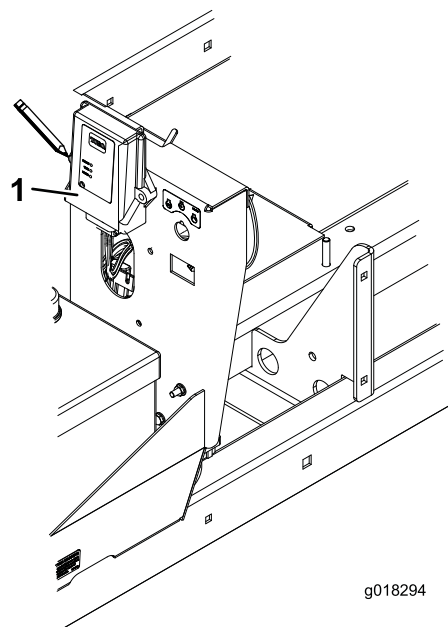

Figura 2
4. Posicione o novo receptor na estrutura alinhando o furo de montagem direito com o furo de montagem superior direito utilizado para a montagem do receptor antigo (Figura 2).
5. Utilizando o furo esquerdo no novo receptor como modelo, localize, marque e perfure um furo com 0,713 cm de diâmetro na estrutura (Figura 2). Certifique-se de que o controlador sem fios está nivelado.